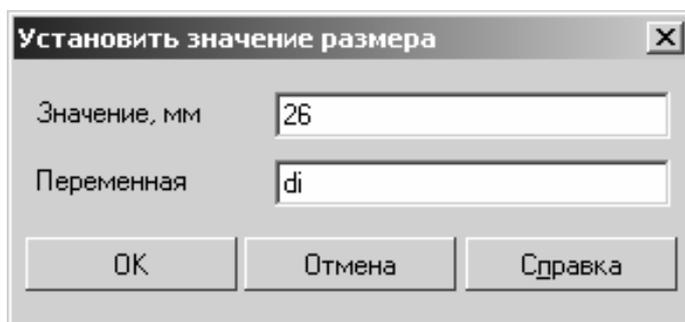

Рис. 39. Установка значения размера
- 3.15. Задайте размер дуги малого радиуса, используя кнопку «Диаметральный размер»  на панели «Размеры и технологические обозначения» . В поле «Переменные» введя имена для дуги малого радиуса d_i , а для дуги большого радиуса D (рис. 39).